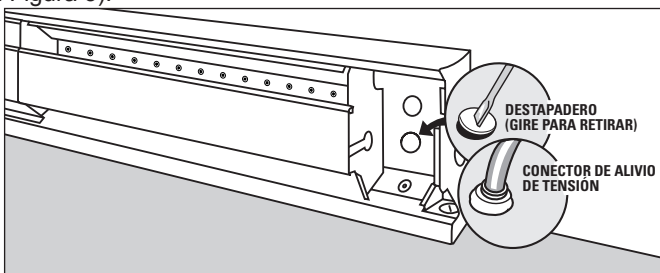

Figura 3
3. Retire el destapadero ranurado más cercano a los cables de suministro e instale un conector con alivio de tensión (Consulte la Figura 3).